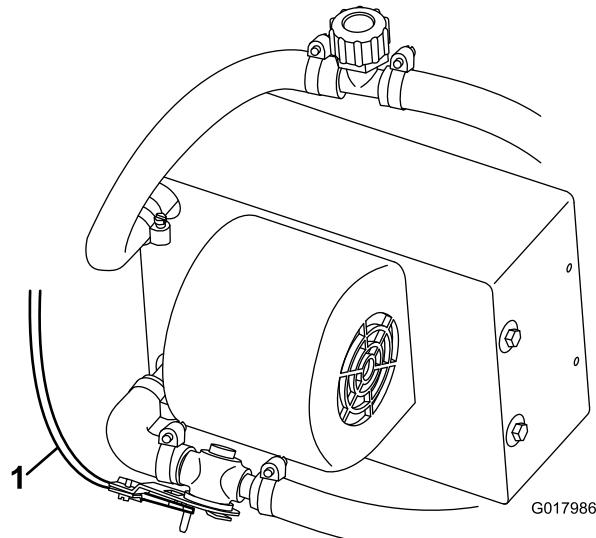

Figura 18
- 8. Conecte el cable de control del calentador a la válvula del calentador (Figura 18).